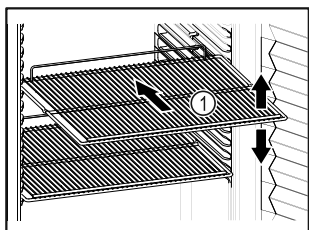

Fig. 60 Esimerkkikuva
- Sovita siirrettävät ritilätasot Fig. 60 (1) korkeuden mukaan.